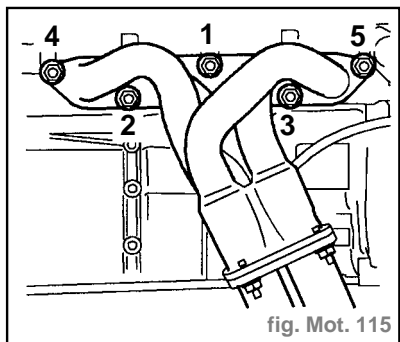

fig. Mot. 115
- Positionner le collecteur et, en travaillant dans l'ordre illustré, serrer les écrous à **4,5 daN.m** (fig. Mot. 115).